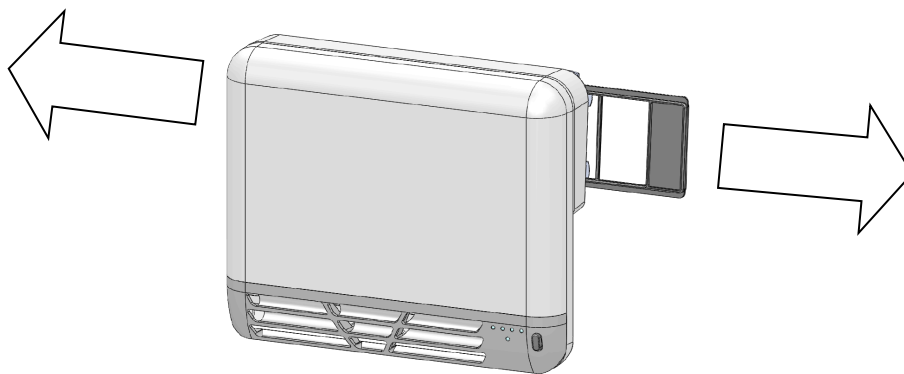

Fig. 26
2. *tirare il filtro posto nella parte posteriore del blower a destra o a sinistra per estrarlo, come indicato in Fig. 26;*